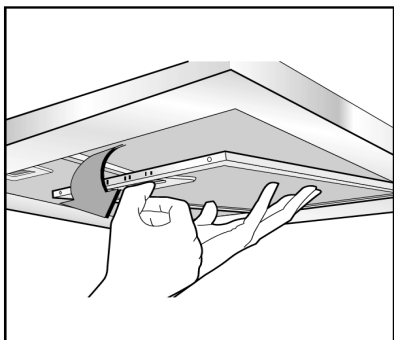

Fig.1
- Prima di procedere alle operazioni di montaggio, è necessario rimuovere il/i filtro/i antigrasso (Fig. 1) in modo che l'unità sia più facile da gestire.